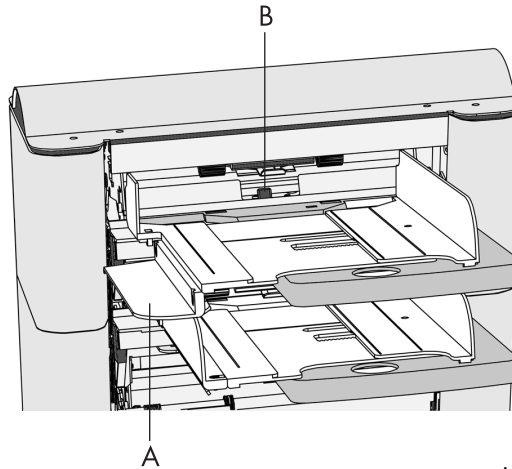

Abb. 27
- Linke Seitenführung A nach unten klappen (Abb. 27).